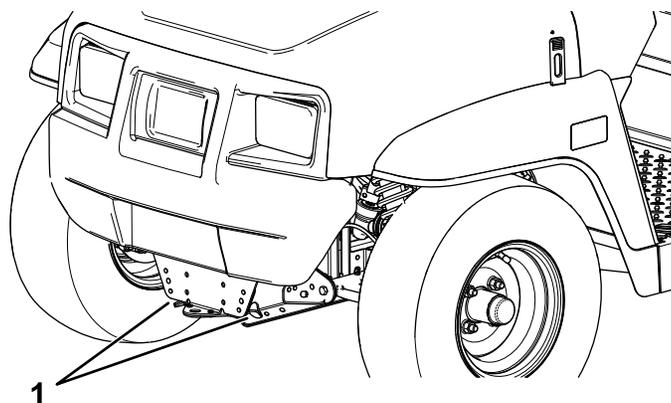
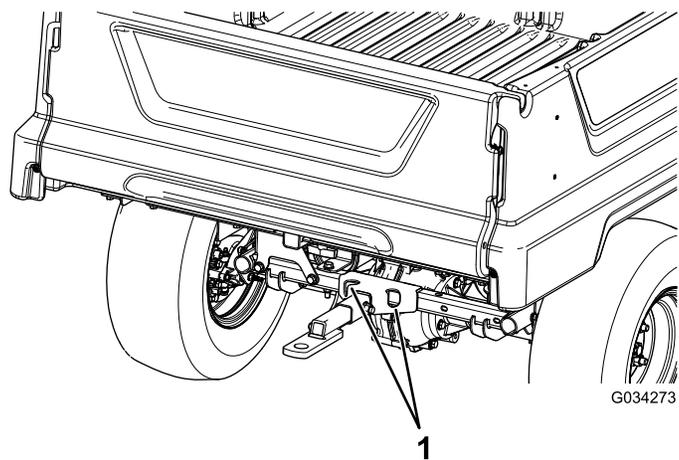

Рисунок 21
Рисунок 22
См. местонахождение точек крепления автомобиля на Рисунок 21 и Рисунок 22.
2. Прикрепите буксирный трос к сцепному устройству в передней части рамы машины (Рисунок 21).